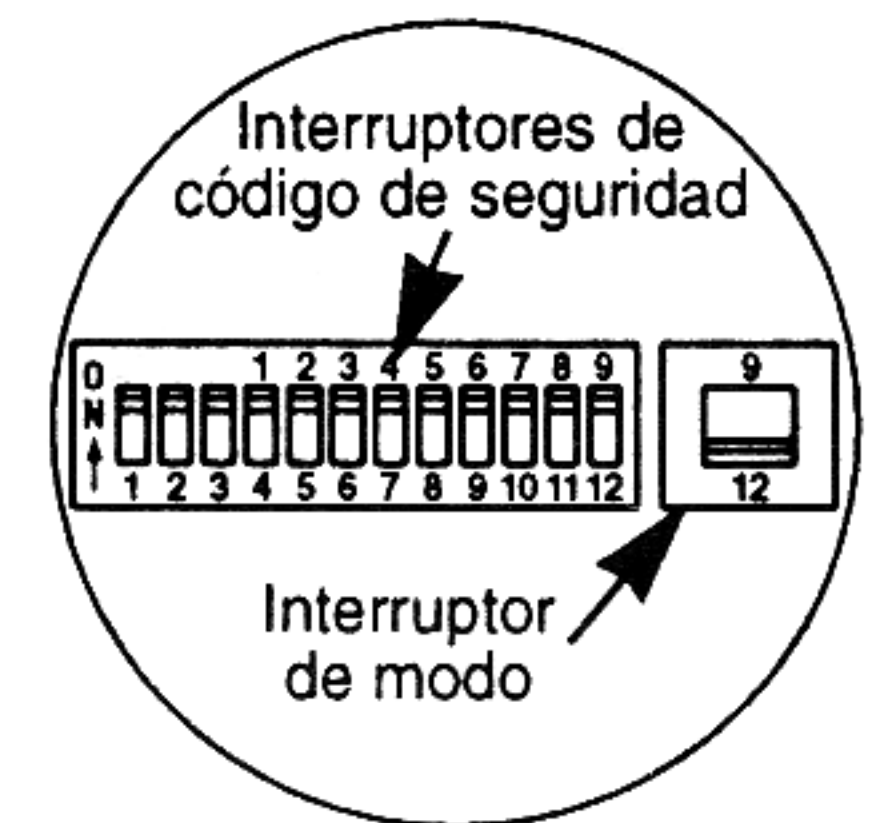

Fig. 2
2. Corra el interruptor de modo a 9 ó 12 para igualar el número de interruptores de código de seguridad de su control remoto con un solo botón o receptor de abrepuertas existente (Fig. 2).